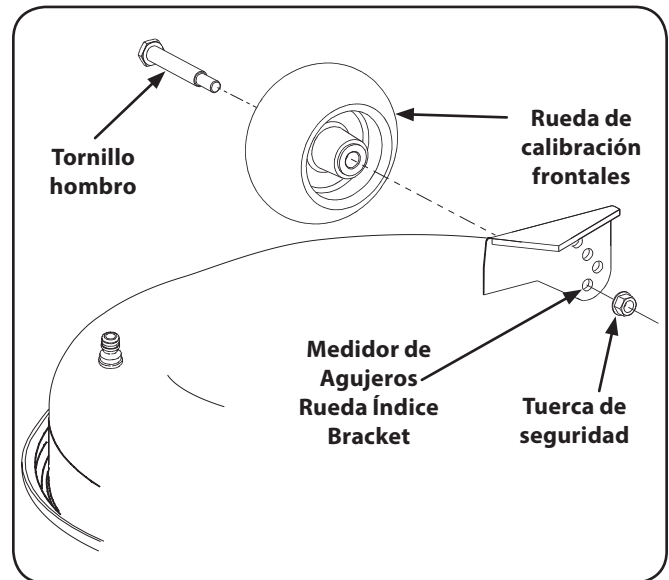

Figura 3-8
5. Sosteniendo el deflector del canal hacia arriba por completo, retire el soporte de tope sujetándola y girando en sentido horario. Baje el deflector del canal Figura 3-8.
- a. Retire la tuerca de seguridad que fija uno de los tornillos de pivote de la rueda de calibre delanteros a la cubierta. Retire la rueda de calibración y el tornillo de hombro. Vea la Figura 3-8.